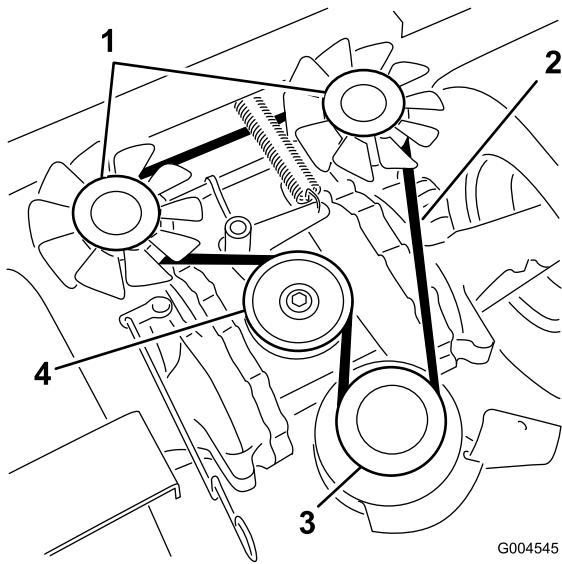

Figure 45
2. Retirez le boulon de la butée d'embrayage et débranchez le fil de l'embrayage électrique (Figure 45).
3. Tirez sur la poulie de renvoi pour détendre la courroie sur la poulie de renvoi (Figure 45).
4. Retirez la courroie d'entraînement de pompe des poulies du moteur et des pompes hydrauliques (Figure 45).
5. Montez la courroie neuve sur les poulies du moteur et des pompes hydrauliques (Figure 45).
7. puis relâchez-la (Figure 45).